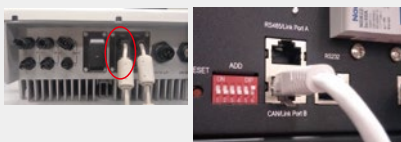

Fig. 5
**E** Il cavo di comunicazione per la batteria va collegato all'inverter. Utilizzare il cavo BMS come cavo di comunicazione della batteria. L'altra estremità del cavo «Alfa batteria» deve essere collegata alla porta B CAN/Link della BMU Pylon (Fig. 5).